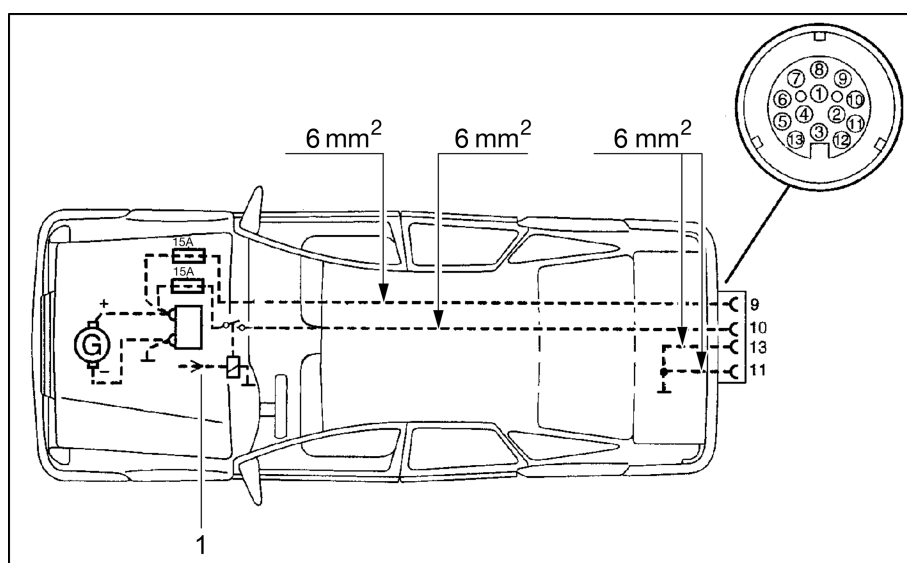

Fig. 99 Plano de instalación del vehículo tractor
- ▷ Equipar posteriormente el vehículo tractor con los cables de secciones correspondientes y un relé para la fuente de alimentación (controlado por el encendido) (ver Fig. 99).